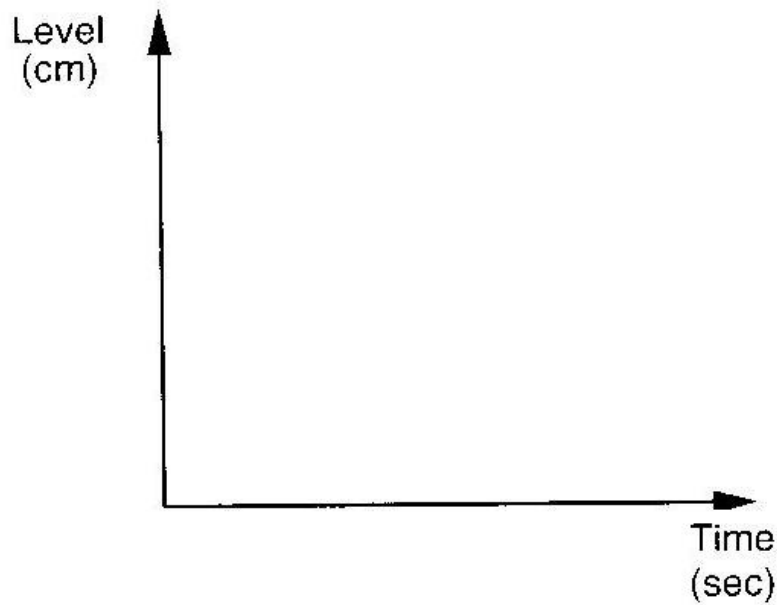

Fig. 8.3
21. Σημειώστε τις μετρήσεις από τους πίνακες 8.1 στο σχήμα fig 8.3